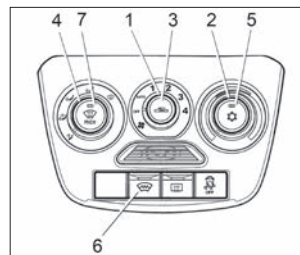

Рис. 39. Блок управления климатической системой (в варианном исполнении)
В варианном исполнении (см. рис. 39) климатическая установка имеет дополнительный режим кондиционирования, обеспечивающий охлаждение воздуха, подаваемого в салон автомобиля. При этом логика и алгоритмы управления, описанные выше для системы вентиляции и отопления, верны и для климатической установки с кондиционером.
2. Включите вентилятор, установив **рукоятку 1** (см. рис. 39) в одно из положений «1», «2», «3» или «4».
Для установки желаемой температуры воздуха в салоне поверните **рукоятку 2** (см. рис. 39) по часовой стрелке для повышения, против часовой стрелки для понижения. Температура будет поддерживаться автоматически в пределах производительности климатической установки и установленного допуска.
2. Поверните **рукоятку 2** (см. рис. 39 против часовой стрелке в левое положение до упора (синяя точка на блоке управления)).
4. **Рукояткой 1** (см. рис. 39) включите максимальную скорость вентилятора климатической установки (положение «4»).
С помощью **рукоятки 2** (см. рис. 39) можно установить желаемую температуру воздуха в салоне. Климатическая система будет автоматически поддерживать установленную температуру воздуха в салоне в пределах производительности климатической установки и установленного допуска.
Для очистки ветрового и передних боковых стекол от запотевания, обмерзания или наружного обледенения в автоматическом режиме установите **рукоятку 1** управления вентилятором климатической системы в положение «**AUTO**», нажмите **кнопку 7** (см. рис. 39) с символом . Климатическая система автоматически:
Для включения/выключения ЭОВС нажмите **кнопку 6** (см. рис. 39), при включении загорается индикатор на кнопке выключателя. Контрольный световой индикатор, расположенный на кнопке выключателя, будет светиться желтым светом в течение всего времени работы системы электро-